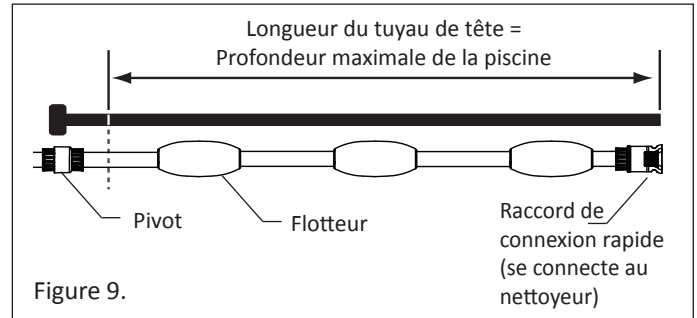

Figure 9.
2. Si la profondeur de la piscine est inférieure à 10 pieds (3 mètres), débranchez le tuyau souple depuis le bout pivotant. Coupez le tuyau pour que sa longueur soit égale à la profondeur maximale de la piscine. Voir la Figure 9.